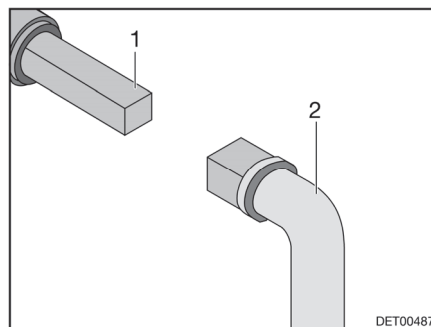

Bild 143 Bedienung Abwasserhahn
- Schlüssel (Bild 143,2) auf Vierkant (Bild 143,1) stecken.